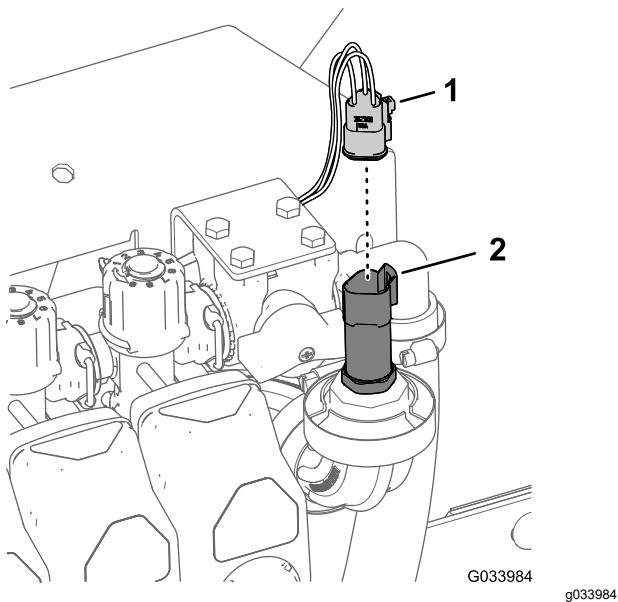

図 9
1. 水圧トランスデューサ用の3ソケットコネクタを外す図 9。